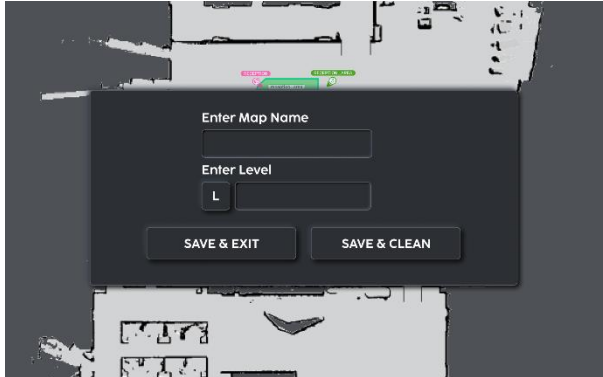
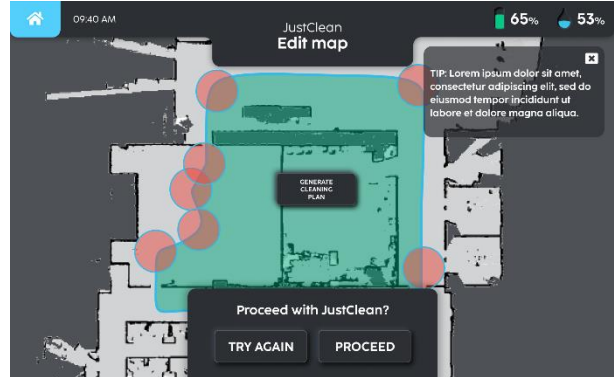

Fig. 12
Fig. 13
3. Zodra het pad is gesloten (Fig 12), drukt u op "opslaan" en de kaart is opgeslagen (Fig 13).